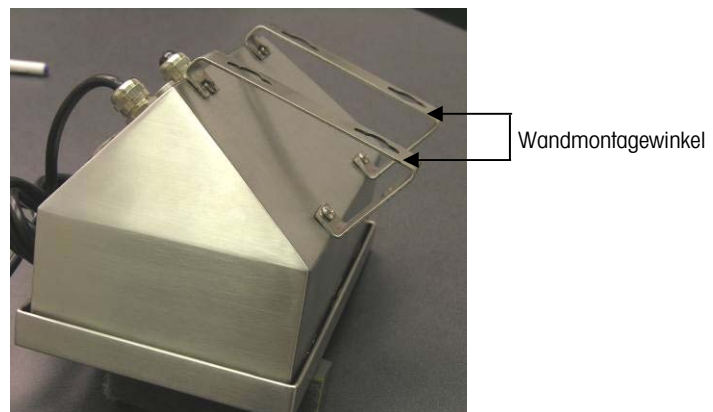

Abb. 2-7: Befestigung der Wandmontagewinkel
1. Die zwei Winkel mit den vier M5-Schrauben, die im Lieferumfang des Terminals enthalten sind, an der Unterseite des Gehäuses befestigen. Die Montagewinkel sollten wie in Abbildung 2-7 befestigt werden.